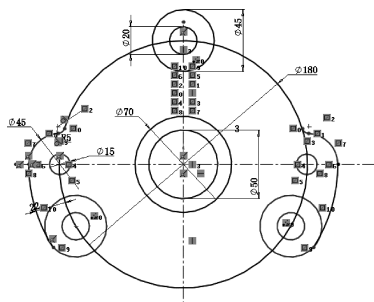

图 11-15 取消构造线
14) 单击草图中的圆，在【属性管理器】中弹出【圆】属性设置。单击选项作为构造线，单击  按钮。取消构造线，如图 11-15 所示。